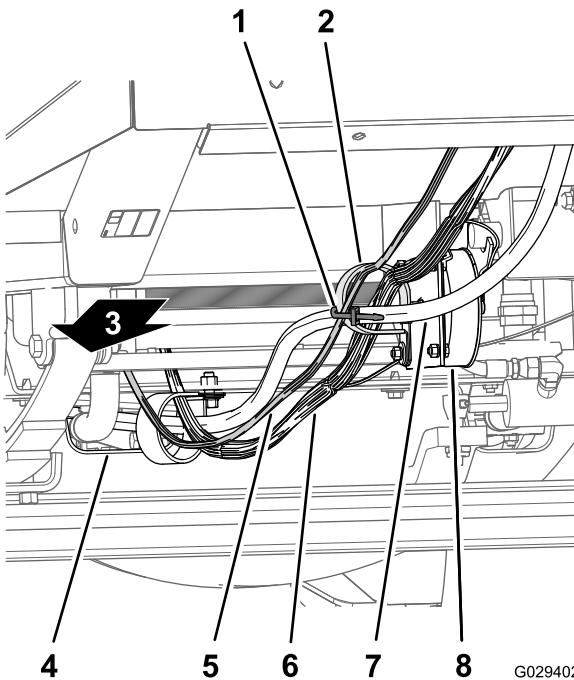
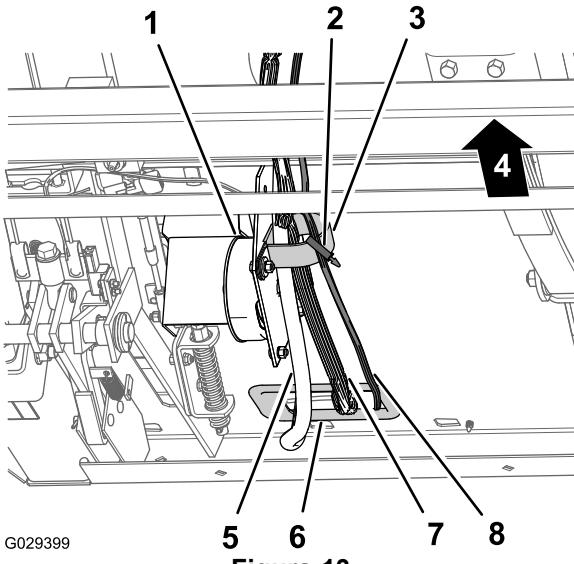

Figura 12
Figura 13
- Inserite la diramazione del cruscotto da 240 cm del cablaggio preassemblato al morsetto a R sulla bobina di comando della velocità di trazione (Figura 12 e Figura 13).